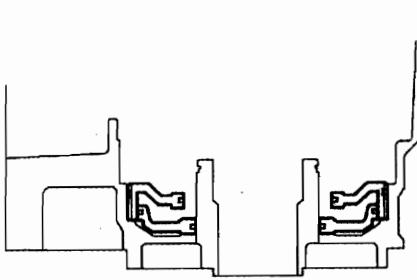
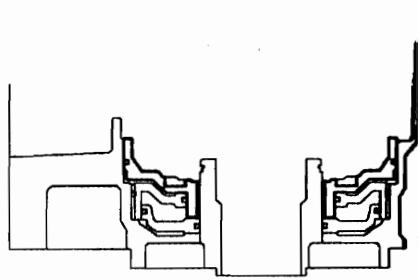

图 12-1-71
图 12-1-72
(2) 安装制动器反冲套筒。如图12-1-71所示，将ATF涂到新的O形圈上，然后将其安装到反冲套筒上。使1号制动活塞在下部(后侧)，将制动反冲套筒和1号制动活塞安装到变速器壳上。注意：不要损伤O形圈。
(3) 安装1挡和倒挡制动活塞。
①如图12-1-72所示，将ATF涂到新的O形圈上，将O形圈装到1挡和倒挡制动活塞上。使活塞的弹簧朝上(前侧)，将活塞放到变速器壳内。注意：不要损伤O形圈。